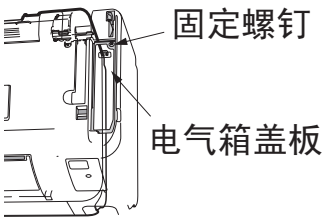

图29
(2) 打开面板，取下电气箱盖板。（如图29）
(3) 电线连接顺序
- 连接电缆连接结束后，必须按图29所示装上电气箱盖板，用螺钉固定。
- 然后用手将面框右下角风室下盖板 ①、② 处的钩子沿箭头相反方向推紧，装上风室下盖板。